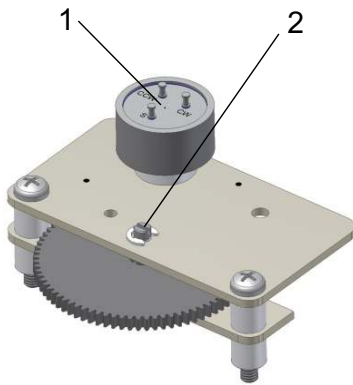
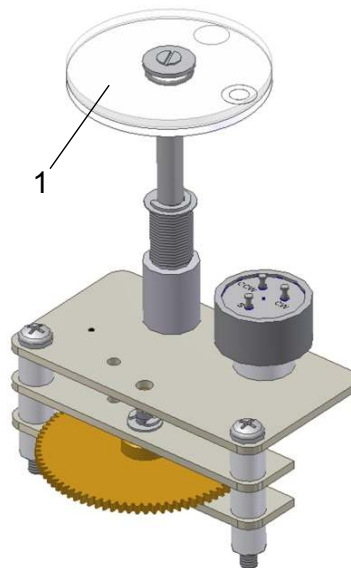
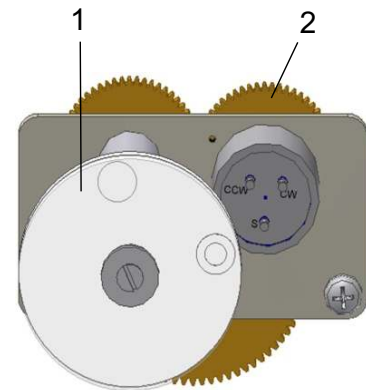
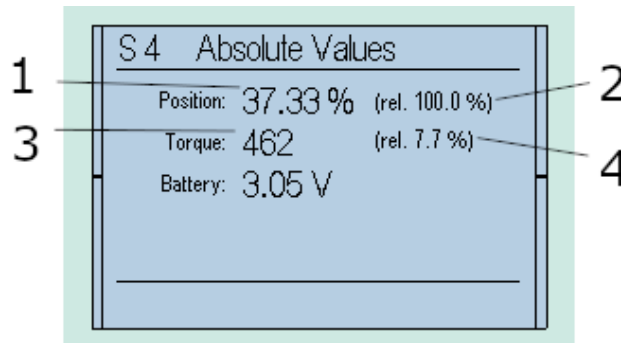

Bild 20: 1... Potentiometer für Wegerfassung, 2... geschlitzte Welle zum Verstellen des Potentiometers
Bild 21: 1... mechanische Stellungsanzeige
Bild 22: 1... mechanische Stellungsanzeige, 2... Zahnrad zum Verstellen des Potentiometers
Bild 23: 1... Absoluter Wert der Positionseinheit, 2... Relativwert der Positionseinheit, 3 u. 4... Wert für die Drehmomentjustage (wird im Werk justiert)
- Bei Fernsendergetrieben ohne mechanische Stellungsanzeige die geschlitzte Welle (siehe Bild 20) mit einem Schraubendreher vorsichtig drehen und in Abhängigkeit von der Endlage folgende Werte einstellen: (siehe Bild 23)
- Die Armatur samt Antrieb ist geschlossen (ZU): Pos: 10.0
- Bei Fernsendergetrieben mit mechanischer Stellungsanzeige das Zahnrad (siehe Bild 21 und Bild 22) vorsichtig drehen und in Abhängigkeit von der Endlage folgende Werte einstellen (siehe Bild 23)